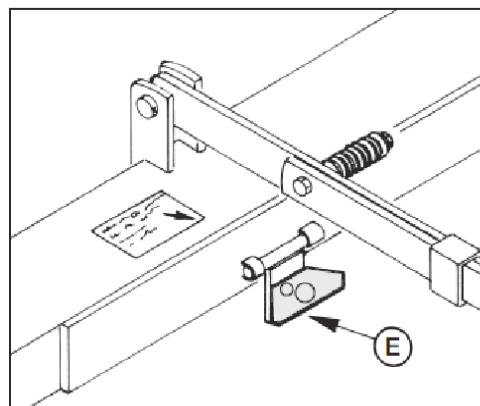

FIG. 4.11
NON CHIUDERE MAI IL CILINDRO OLEODINAMICO SE NON AVETE RUOTATO VERSO IL BASSO IL FERMO (E) (Fig. 4.11).
NO CERRAR JAMÁS EL CILINDRO OLEODINÁMICO SIN HABER ANTES GIRADO HACIA ABAJO LA PLACA DE BLOQUEO (E) (Fig. 4.11).
NEVER CLOSE HYDRAULIC CYLINDER IF RELEASE SUPPORT "E" HAS NOT BEEN TURNED DOWNWARDS (FIG. 4.11)
NE JAMAIS FERMER LE CYLINDRE OLEODYNAMIQUE SI VOUS N'AVEZ PAS TOURNE VERS LE BAS L'ARRETOIR (E) (Fig. 4.11).